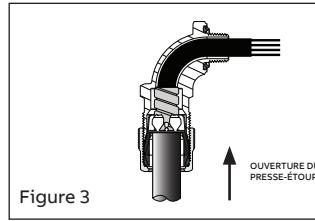

Figure 3
- Insérer le câble dans l'ouverture du presse-étoupe et le pousser jusqu'à ce que l'armure du câble s'appuie sur la butée (Figure 3). ATTENTION: si l'armure est mal positionnée, sa mise à la terre risque d'être compromise. Certains câbles peuvent nécessiter le dénudage de la gaine intérieure pour permettre aux conducteurs de passer à travers le raccord. Laisser au moins 1/4 po de la gaine intérieure dépasser de l'armure du câble pour protéger les fils conducteurs. (Figure 4). Des conducteurs plus larges peuvent nécessiter l'utilisation d'un lubrifiant pour câbles pour faciliter le passage à travers le coude.